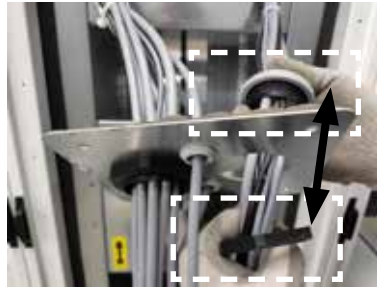

Abb. 1.3
- Kabeldurchführungen von Platte lösen (Abb.1.3)